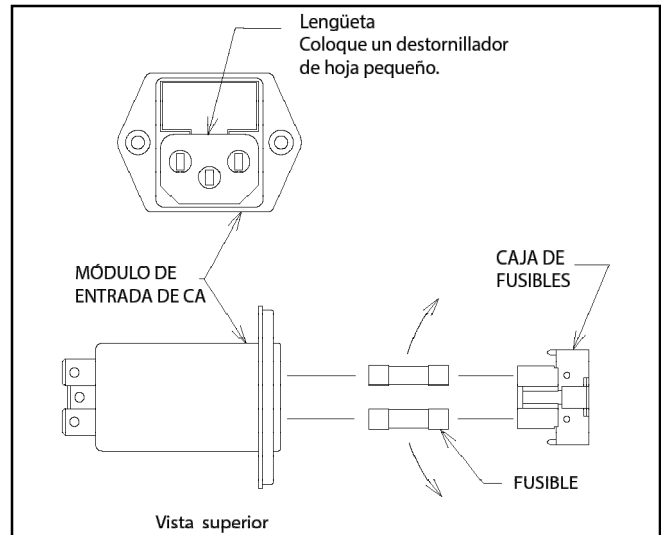

FIGURA 7
4.1.1. Desconecte el cable de alimentación del módulo de entrada de energía de CA. Refiérase a la Figura 7 y localice la lengüeta. Coloque una herramienta similar a un destornillador común pequeño bajo la lengüeta y retire la caja de fusibles. Tire de la caja con los dedos.
4.1.2. Para retirar los fusibles de la caja, inclínelos en la dirección de las flechas como se muestra en la Figura 7. Examine los fusibles y reemplácelos si es necesario.